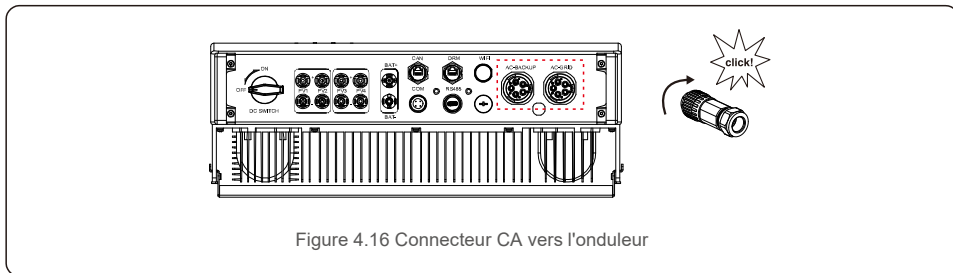

Figure 4.16 Connecteur CA vers l'onduleur
C) Connectez le connecteur CA à l'onduleur, puis serrez le connecteur CA dans le sens des aiguilles d'une montre, jusqu'à ce qu'un léger clic indique que la connexion a réussi (voir figure 4.16).